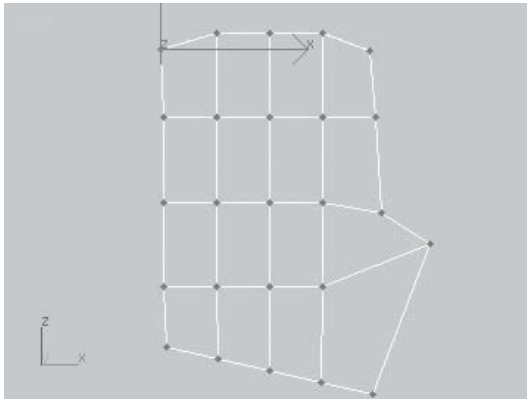

Fig.2.85
- 3 Sélectionnez le mode sous-objets Sommet et déplacez les sommets en haut et en bas à droite pour orienter les futurs doigts (fig.2.85).